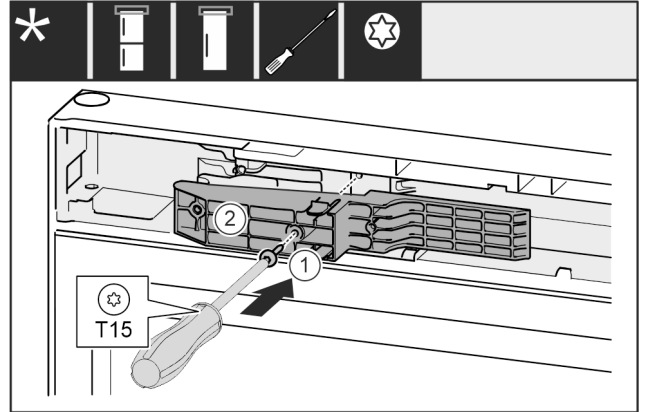

Fig. 50 *
- ▶ Adapterstück Fig. 50 (1) auf der Griffseite in die Aussparung einsetzen.*
- ▶ Schraube Fig. 50 (2) mit Schraubendreher festschrauben.*